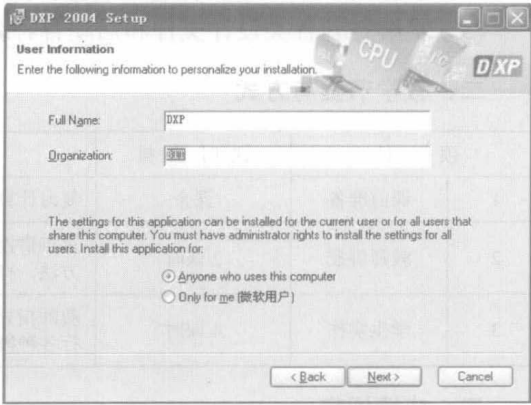

图 1-4 用户信息对话框
(3) 单击 **Next >** 按钮, 将出现用户信息对话框, 如图 1-4 所示。在该对话框中的 Name 文本框中输入用户名; 在 Organization 文本框中输入公司名。